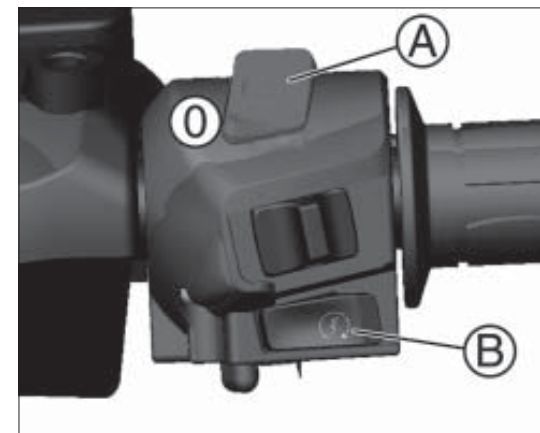

Abb. 2
- es ist sicherzustellen, dass die Taste A Abb. 2 sich in der Position 0 befindet
- einen der beiden Bremshebel am Lenker ziehen (oder das Bremspedal drücken) und die Starttaste B Abb.2 drücken.